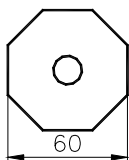
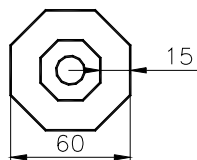

Fig. U6.35
Fig. U6.36
8. Desenul din Fig. U6.35, realizat cu comanda *POLYGON*, se completează ca în Fig. U6.36. Specificați care dintre comenzile de mai jos pot fi utilizate: